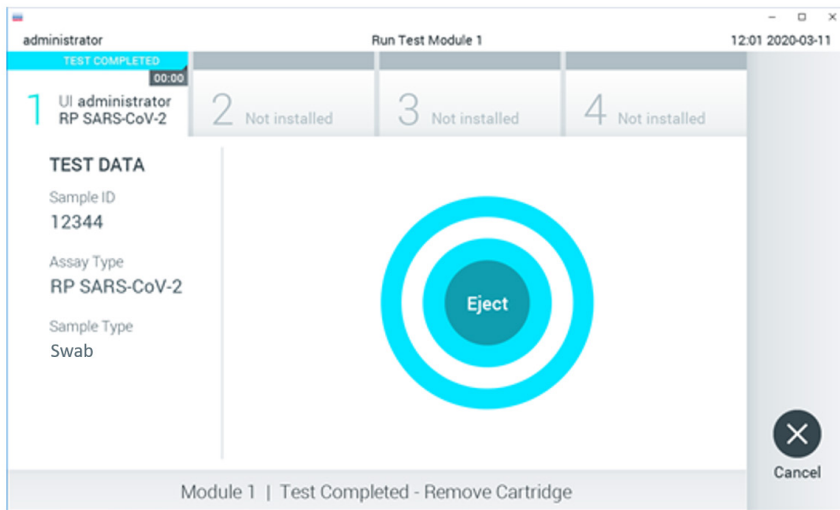

Figura 16. Afișarea ecranului Eject (Scoatere).
14. După ce testarea este finalizată, va apărea ecranul **Eject** (Scoatere) (Figura 16) și bara de stare a modulului va afișa rezultatul testării, sub forma uneia dintre următoarele opțiuni: